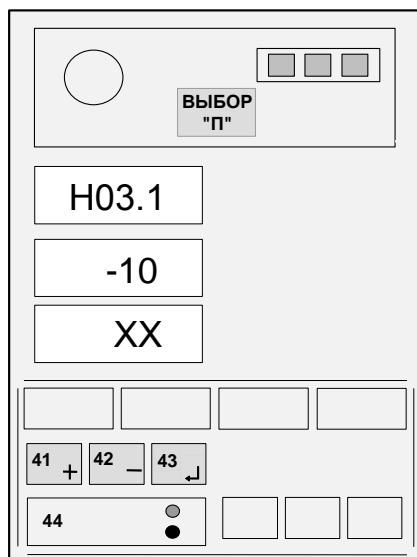

Рисунок 13
Если величина измеренной температуры воздуха отличается от выдаваемой на средний ИЖЦ более чем на ± 3 °C, нажатием кнопки 44 установить на верхнем ИЖЦ код "H03.1" (см. рисунок 13), а затем, нажимая кнопки "+" (41) и "-" (42), установить, контролируя показания среднего ИЖЦ, значение температуры, равное показаниям термометра.